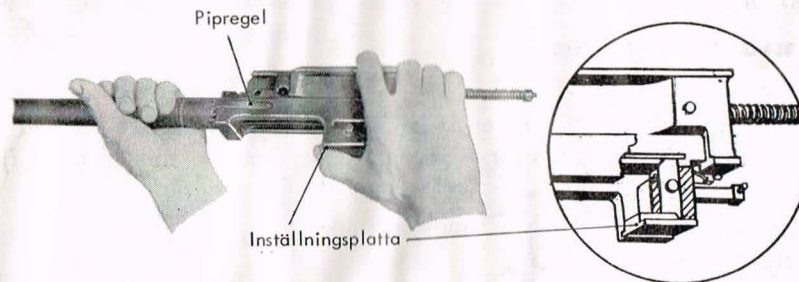

Bild 32. Byte av pipa
5. Sätt slutstycket i mekanismramen. För inställningsplattan in i mekanismramens spår, så att plattans fasade del lyfter slutstycksregeln (bild 32).